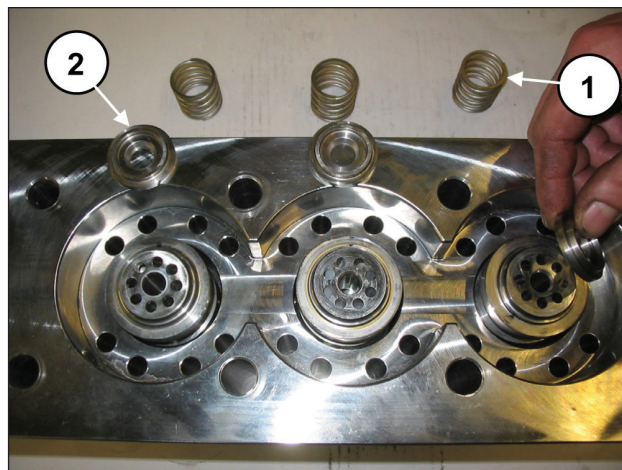

Fig. 103
Durante el desmontaje de las camisas es importante no perder los muelles de la válvula ni las válvulas planas (pos. ① e ②, Fig. 103) porque podrían caerse al no estar bloqueados.